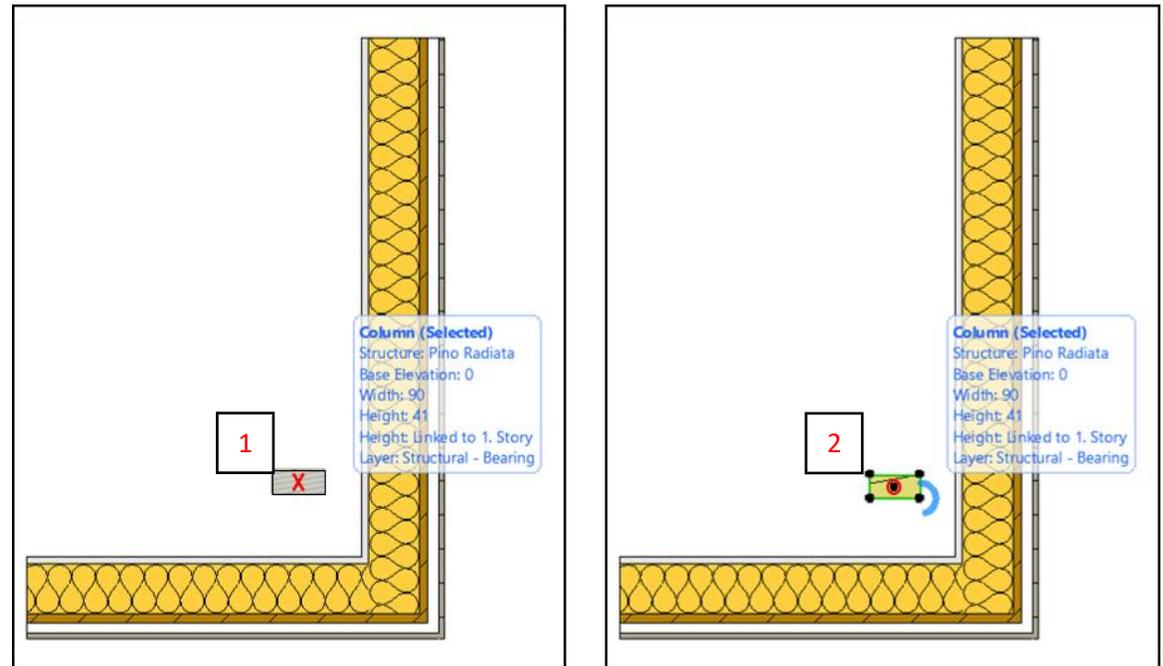

Fig. 19
- Modelar la columna en el nivel correspondiente, haciendo un clic (1) en la *Pantalla Gráfica* del Proyecto de Usuario. (Fig. 19)
- Luego, para cambiar la posición del elemento, seleccionarlo y realizar un clic en su punto central (2). (Fig. 19)
- Se abrirá una ventana de edición donde se encontrarán las herramientas para Mover, Rotar, Espejar, Elevar y Multiplicar el elemento de madera. (Fig. 19)